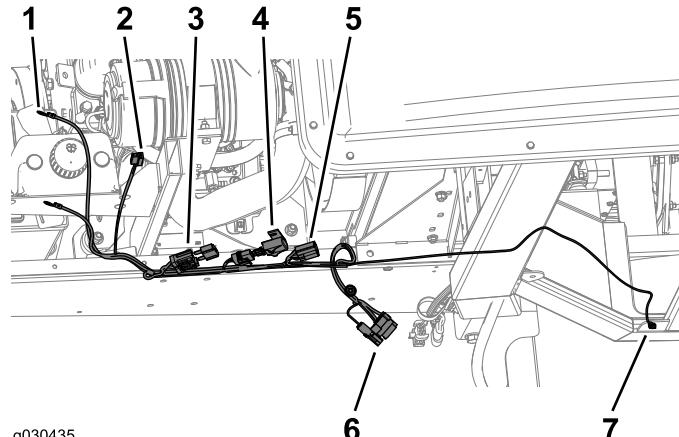

Figura 52
1. Passe a cablagem pelo lado direito da estrutura da máquina (Figura 52).